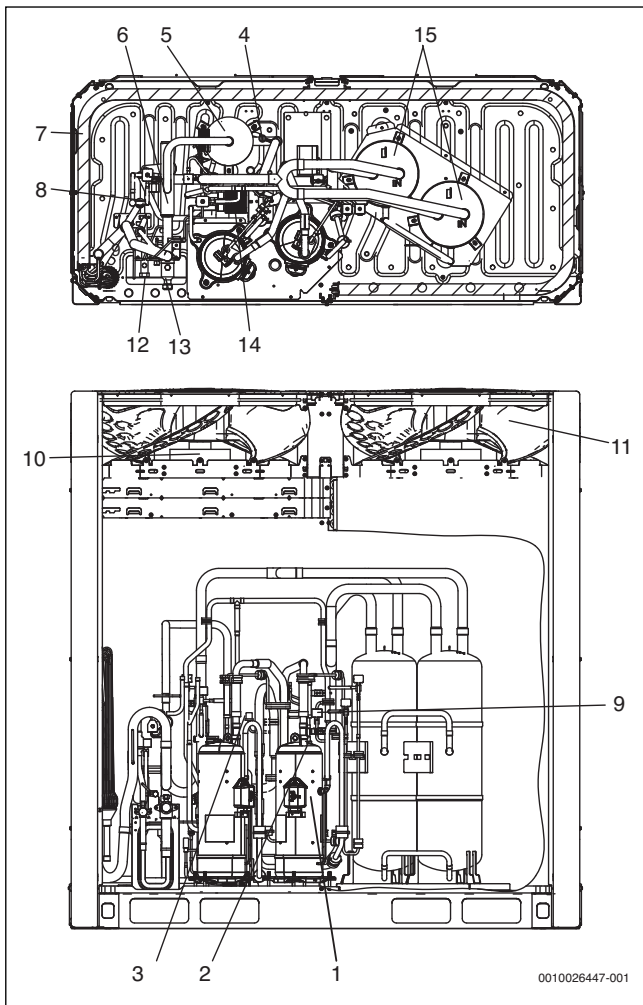

Рис. 7 Расположение компонентов
**Обозначения на рис. 7, 8 и 9:**